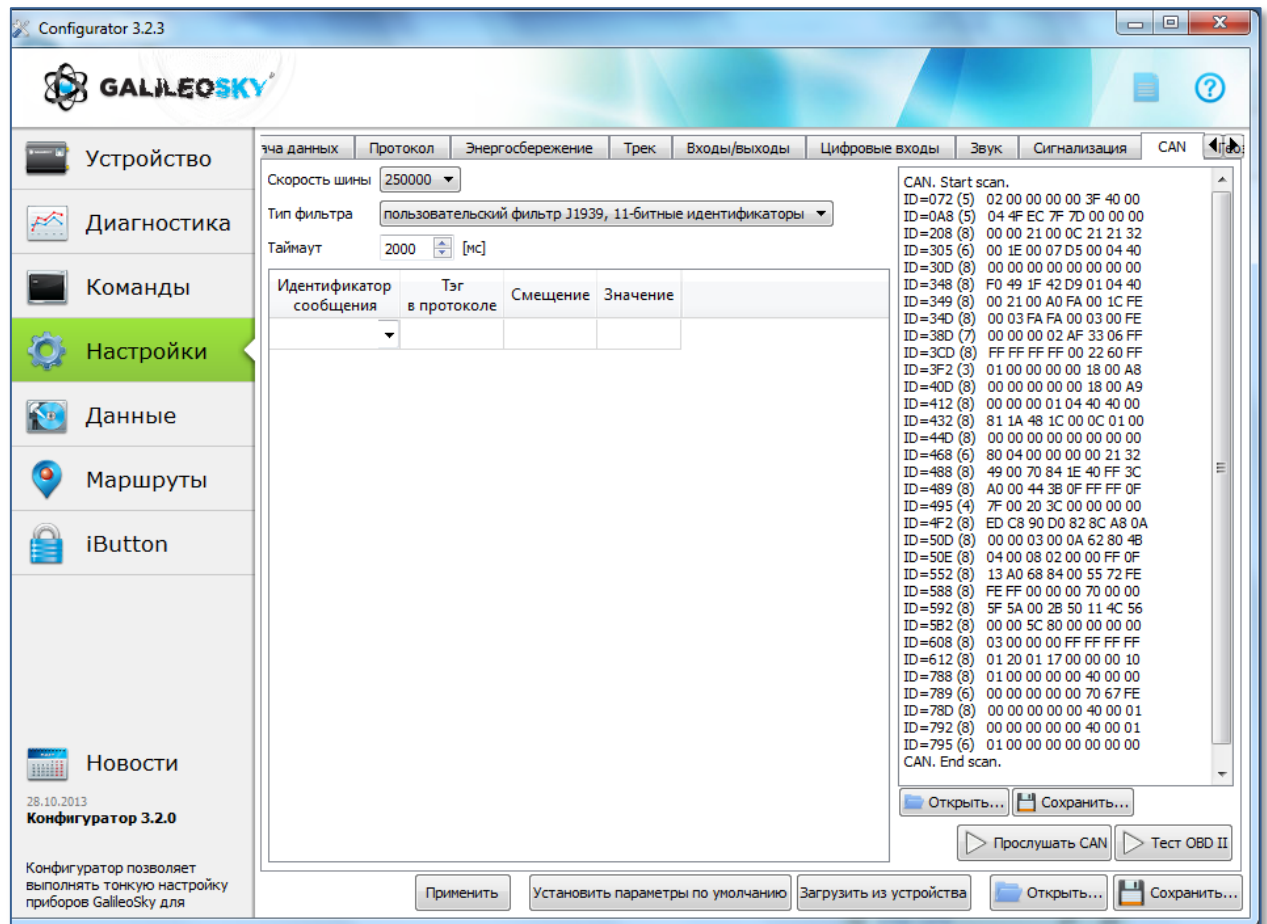

Рисунок 3. Получение данных из CAN-шины
- на экране отразится информация из CAN-шины (Рис. 3);